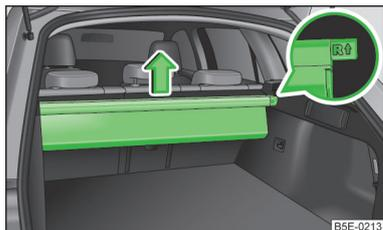

Fig. 94 Retrait de la boîte multifonctionnelle
- Retirez la boîte multifonctionnelle des logements en procédant dans le sens de la flèche » fig. 94.
- Lors de la mise en place, glissez l'extrémité de la baguette identifiée par **R ↑** dans le logement droit et l'extrémité de la baguette identifiée par **↑ L** dans le logement gauche. Les flèches doivent être orientées vers l'avant » fig. 94.